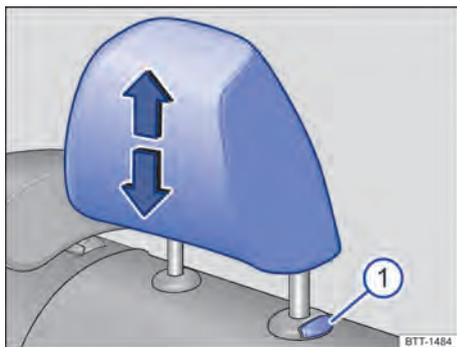
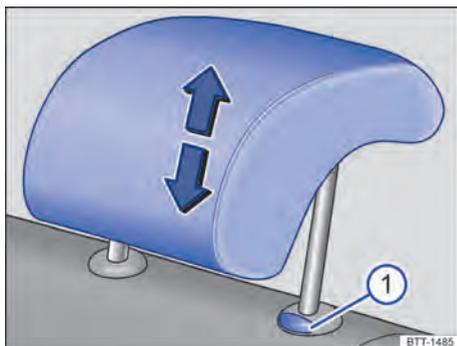

Fig. 64 Nos assentos laterais traseiros: regular o apoio para cabeça.
Fig. 65 No assento traseiro central: ajustar o apoio para cabeça.
1. Empurrar o apoio para cabeça para baixo com o botão pressionado → Fig. 64 ① ou → Fig. 65 ①.